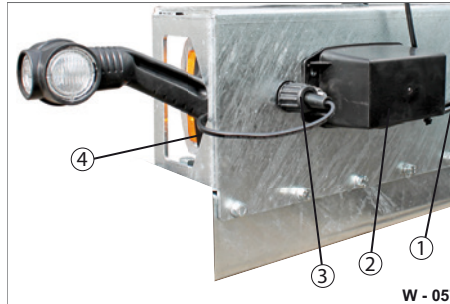

Abb. 57 Heckbeleuchtung, Befestigung
- ▶ Lösen Sie die entsprechende Schraubverbindung (Abb. 57/ 3, 4).
- ▶ Trennen Sie den entsprechenden Verbindungskabel (Abb. 57/1).